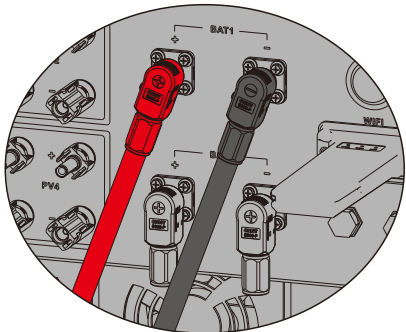

Figura 4.2-6 El terminal de la batería está conectado al inversor
Paso 4. Conecte el terminal de la batería al inversor. Asegúrese de que la polaridad de la batería está conectada correctamente, como se muestra en la Figura 4.2-6.